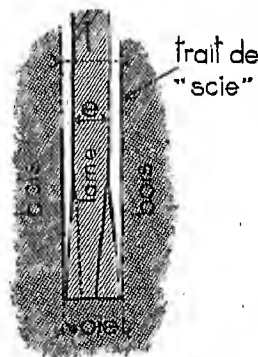

Fig. 2. — Voie de la scie. La largeur l du trait de scie est plus grande que l'épaisseur e de la lame, parce que la scie a de la voie.
b) Faites un *trait de scie* dans une bûche : vous constatez qu'il est plus large que la lame (fig. 2), de sorte que celle-ci glisse sans frotter